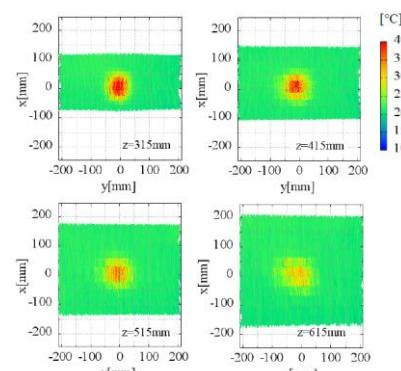

図3 推定壁面を基づいた温度分布図
- 奥行（z）が315 mm、415 mm、515 mmの場合、測定温度は約40°Cであった。また、奥行が615 mmの場合は、解像度が低くなつたが、壁面にある熱源を確認できた（図3）。